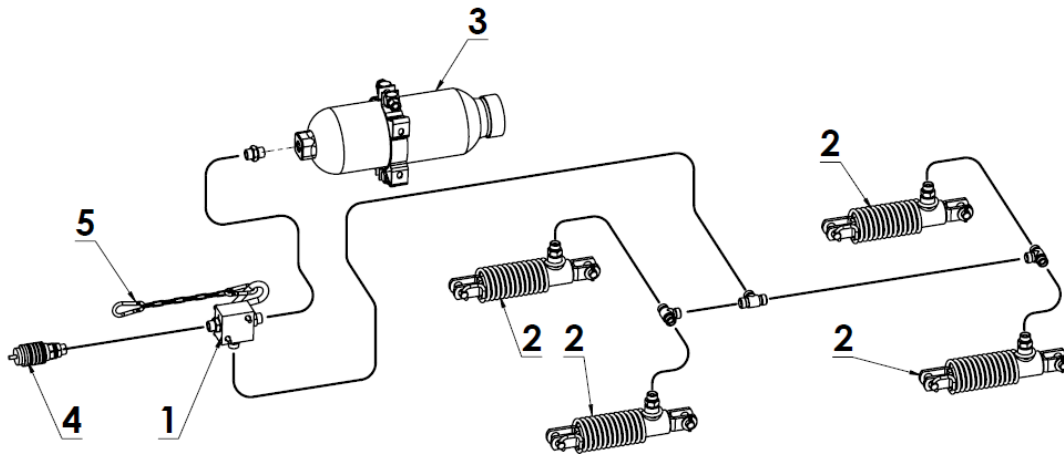

Abbildung 10. Hydraulische Bremsanlage Einkreis-Bremse - Dungstreuer N267/2:
- hydraulische Einkreis-Bremsanlage N267/2 (Abbildung 10),
Der Dungstreuer kann optional mit einer hydraulischen Einkreisbremsanlage ausgestattet werden - Bild 10. Die Betätigung der Bremse erfolgt vom Fahrersitz aus durch Drücken des Schlepper-Bremspedals. Die Streuerbremse wird direkt von der hydraulischen Bremsanlage des Schleppers versorgt und betätigt. Im Falle eines unbeabsichtigten Lösens des Dungstreuers von der Schlepper-Anhängevorrichtung betätigt das Notfallventil (1) über die Kette (5) die Bremsen der Maschine.